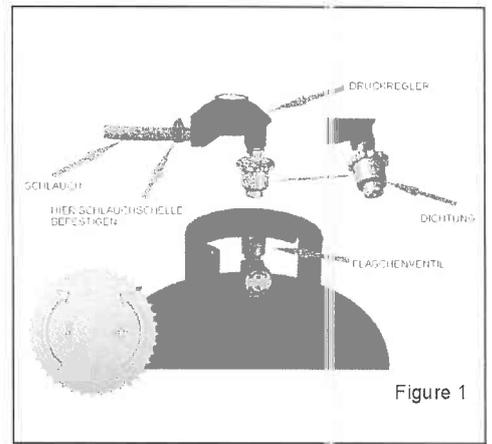

Figure 1
- Der Schlauch und die Dichtung des Reglers müssen vor jeder Benutzung und vor dem Anschluss an die Gasflasche auf Verschleiß und Schäden überprüft werden (s. Abb. 1).
- Wiederholen Sie diese Prüfung jedes Mal, wenn Sie eine Gasflasche an das Gerät anschließen (s. Abb. 1).